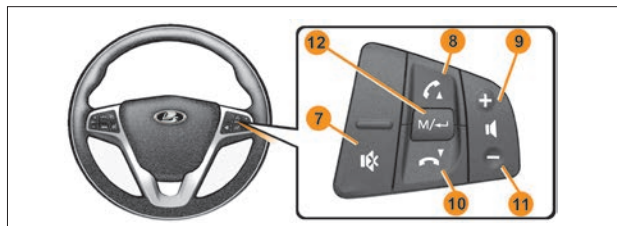

Рис. 2. Блок управления мультимедийной системой
- выключатель «M/↔» – выбор источника (радио/USB/SD), (рис. 2, п. 12);